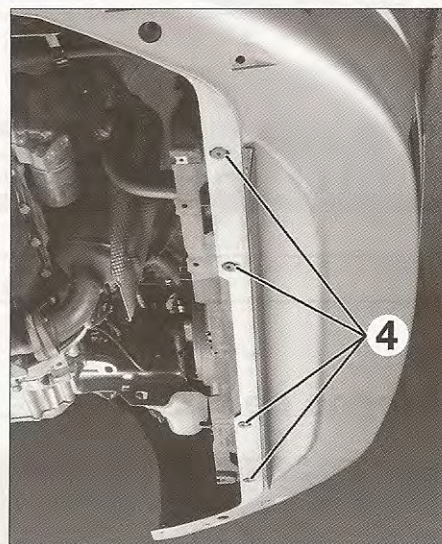

FIG. 5
- los tornillos de fijación inferiores (4) del parachoques (fig. 5).